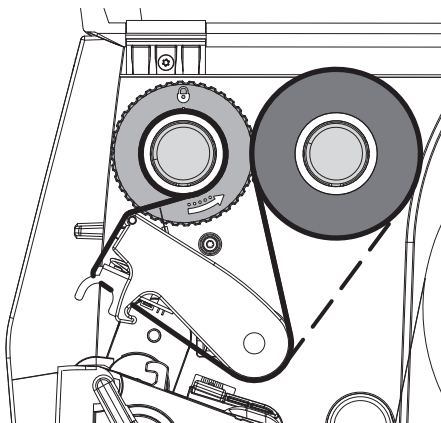

Figura 13 Deplasarea benzii de transfer
5. Ajustați poziția opritorului de margine de pe înfășurător la lățimea miezului benzii (4) și împingeți miezul benzii pe înfășurător (2).
6. Ghidați banda de transfer prin modulul de tipar conform Figura 13.
► **Conduceți banda de transfer pe senzorul pentru etichete (6).**
7. Fixați capătul de început al benzii de transfer cu o bandă adezivă pe centrul miezului benzii (4). Respectați totodată direcția de rotație în sens antiorar a înfășurătorului benzii de transfer.
8. Rotiți înfășurătorul benzii de transfer (2) în sens antiorar pentru a întinde banda de transfer.